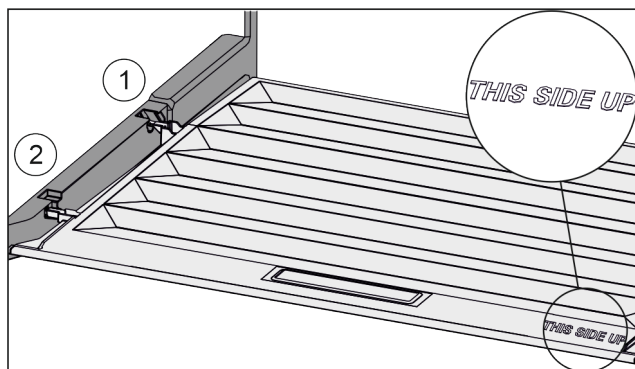

Fig. 95
- Introduzca los nervios de la tapa por la abertura del soporte trasero Fig. 95 (1) y encájelos por delante en el soporte Fig. 95 (2).